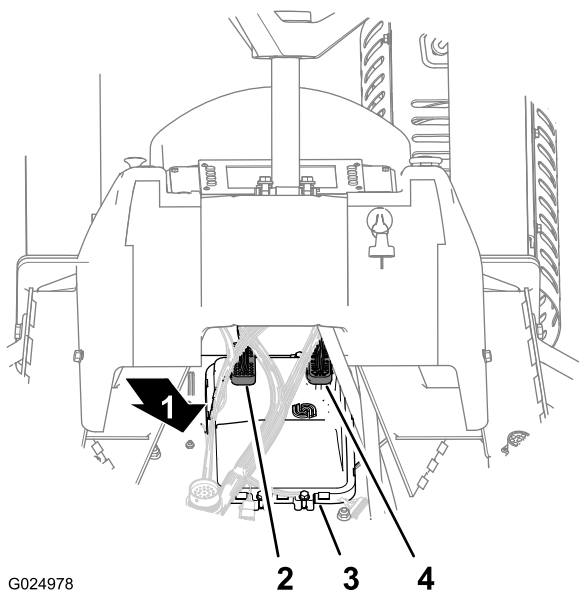

Figura 117
2. Desconecte el conector hembra de 50 vías (CPU 1) de la parte trasera del módulo de ordenador (Figura 117).
- Desconecte el conector hembra de 38 vías (CPU 2) de la parte trasera del módulo de ordenador (Figura 117).
- Conecte el conector hembra de 38 vías (CPU 2) a la parte trasera del módulo de ordenador (Figura 117).
- Conecte el conector hembra de 50 vías (CPU 1) a la parte trasera del módulo de ordenador (Figura 117).